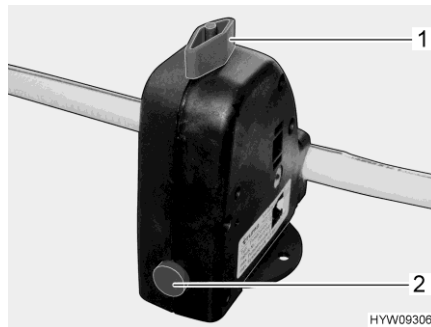

Fig. 125 Valvola di sicurezza/di scarico (Truma)
- Chiudere la valvola di sicurezza/di scarico (Truma). A tal fine ruotare la manopola (Fig. 125,1) verticalmente rispetto alla valvola di sicurezza/di scarico e premere verso l'interno il bottone automatico (Fig. 125,3).